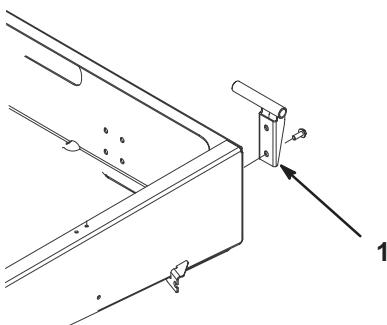

Figure 8
2. Fixez le pivot gauche à l'angle arrière gauche du châssis à l'aide de 2 vis à colerette (3/8 x 1"). Positionnez le pivot comme illustré à la Figure 8.